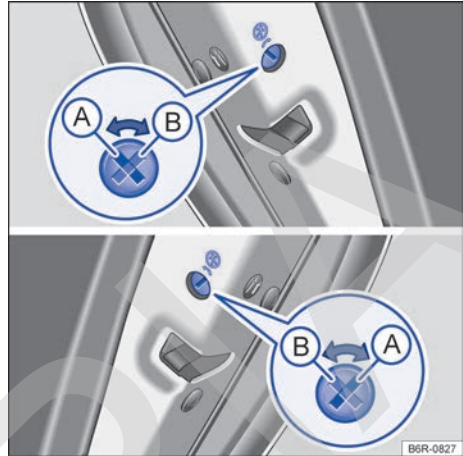

Fig. 21 En las puertas traseras: seguro para niños (A) desactivado, (B) activado.
- Introducir la varilla de la llave en la ranura del seguro para niños para activarlo o desactivarlo → fig. 21.
Posición de la ranura → fig. 21: